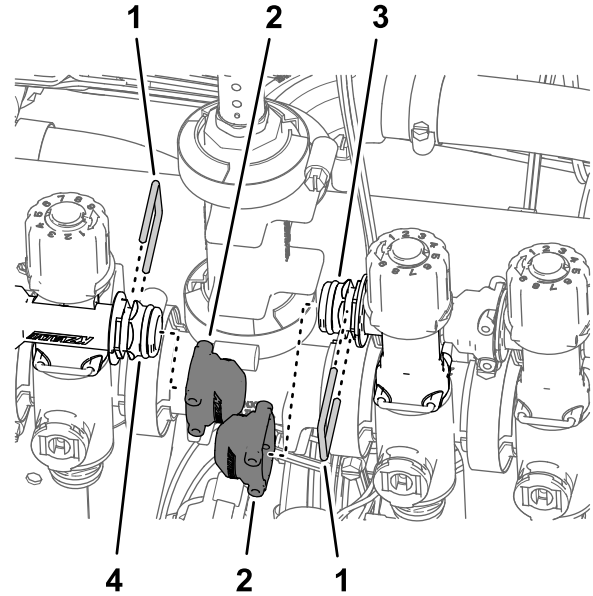

Figure 103
9. Fixez les obturateurs sur les raccords rapides des soupapes de dérivation des vannes de buses 5 et 6 avec les étriers fournis avec les obturateurs (Figure 103).